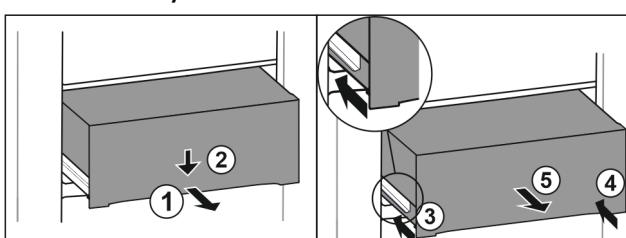

Fig. 146
- Vytiahnite zásuvku do polovice. Fig. 146 (1)
- Zatlačte zásuvku na prednej strane smerom nadol. Fig. 146 (2)
- Zasuňte ľavú koľajničku o cca 2 cm. Fig. 146 (3)
- Zasuňte pravú koľajničku o cca 2 cm. Fig. 146 (4)
- Odoberte zásuvku dopredu. Fig. 146 (5)